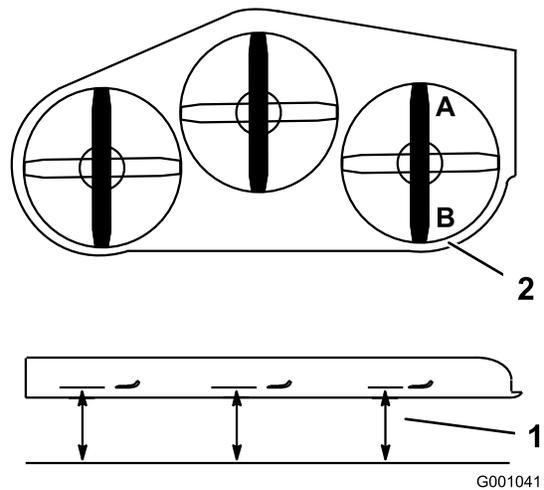

Рисунок 112
1. Расположите **правый** нож в продольном направлении (Рисунок 112).
2. Измерьте высоту правого ножа в точке **А** от горизонтальной поверхности до режущей кромки на конце ножа (Рисунок 112).
4. Измерьте высоту правого ножа в точке **В** от горизонтальной поверхности до режущей кромки на конце ножа (Рисунок 112).
6. Высота ножа газонокосилки в точке **А** должна быть на 6–10 мм меньше, чем в точке **В** (Рисунок 112). Если результат измерения неверный, перейдите к следующим пунктам.